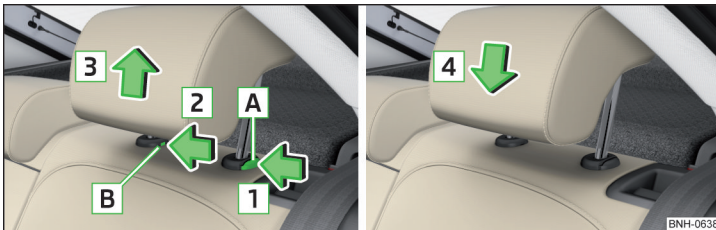

Abb. 78 Kopfstütze hinten herausnehmen/einsetzen
- › Zum **Herausnehmen** die Sicherungstaste **A** in Pfeilrichtung **1** halten, gleichzeitig mit einem Schlitzschraubendreher (mit einer Breite von max. 5 mm) die Sicherungstaste in der Öffnung **B** in Pfeilrichtung **2** drücken und die Stütze in Pfeilrichtung **3** herausnehmen » Abb. 78.